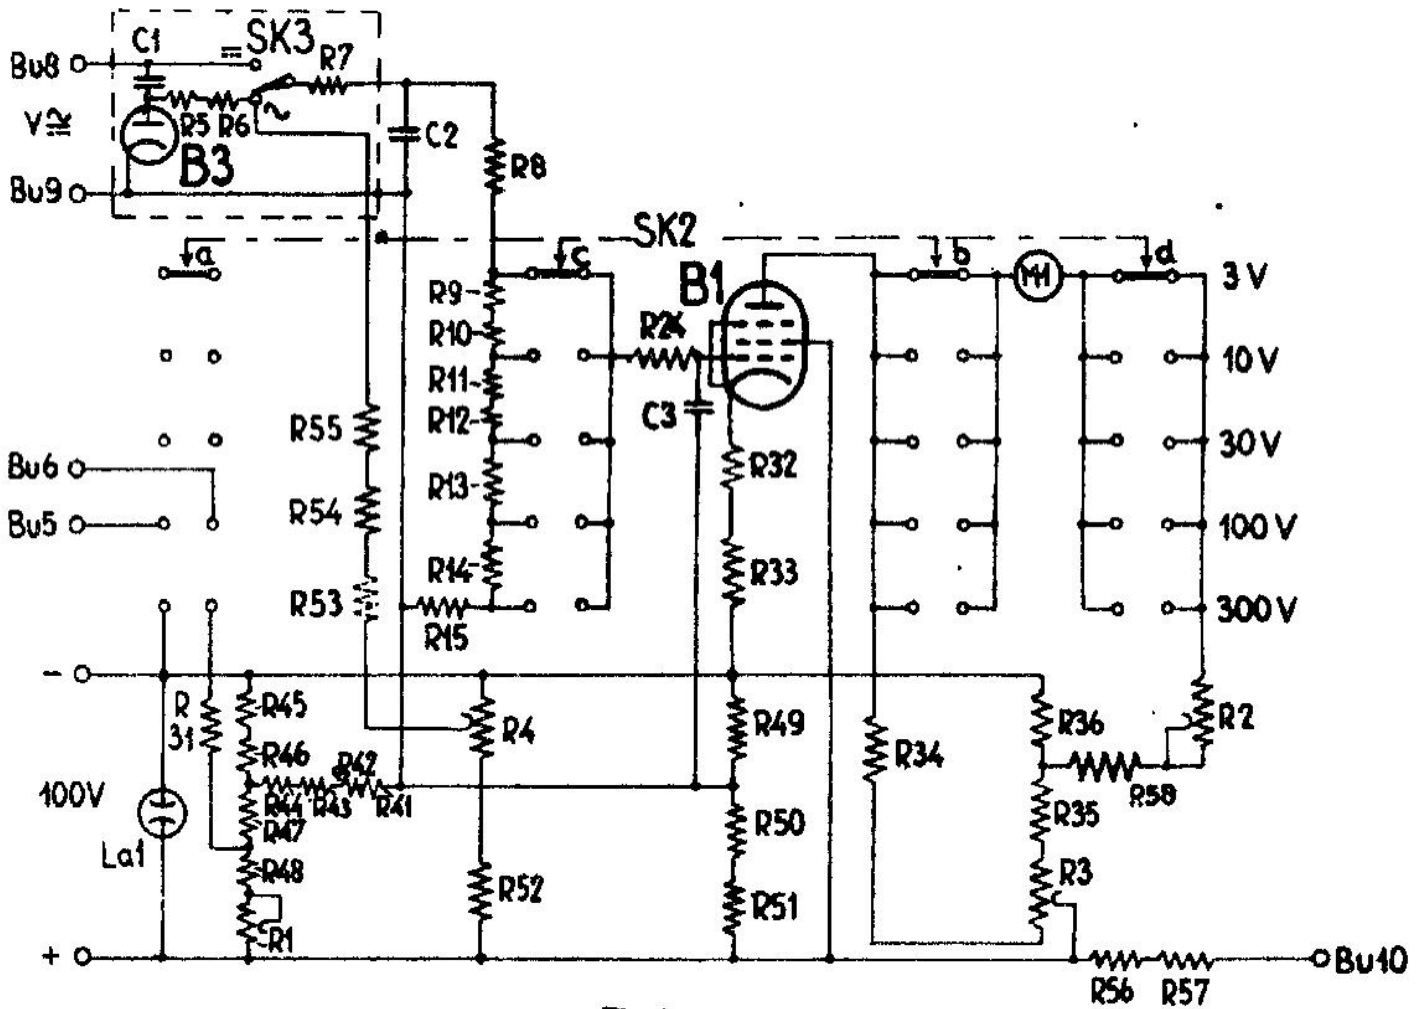

Fig.3
b. Spanningsgebieden (gelijk- en wisselspanning tot 300 V) (zie fig.3)